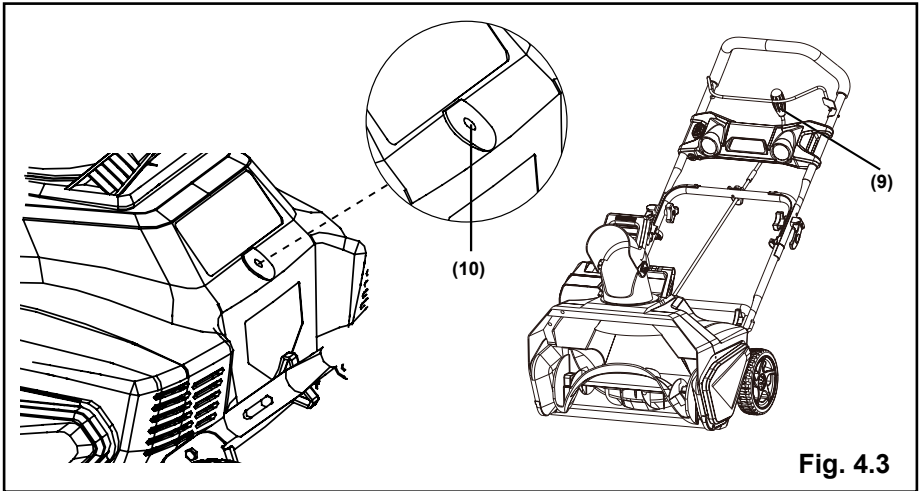

Fig. 4.3
- Asegúrese de que el mango (9) de la barra de control del canal de descarga apunta hacia arriba e inserte la barra en el orificio de referencia (10) de la parte posterior de la carcasa. (Fig.4.3)